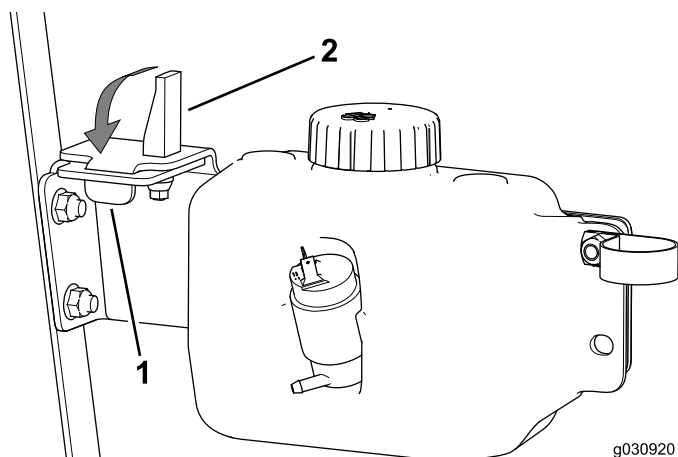

Figura 34
5. Insira a patilha na ranhura e o casquilho do trinco no furo na placa do depósito (Figura 34).
6. Coloque a alavanca do trinco para baixo (Figura 34).